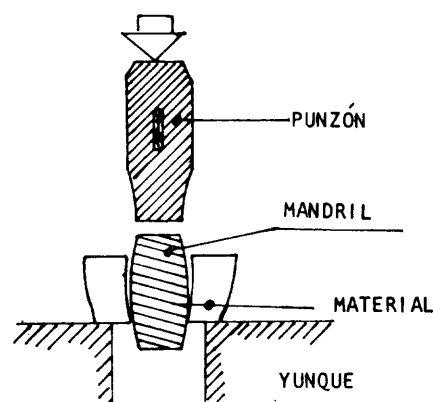

Fig. 4
- ___ a Ubique el material sobre un agujero del yunque y termine la ranura mandrilando hasta obtener la forma deseada (fig. 4).